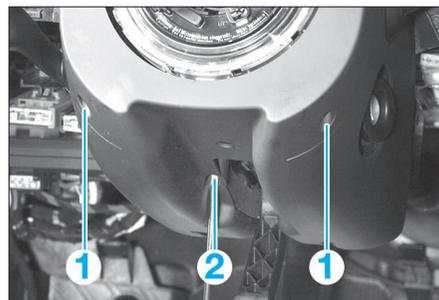

Fig. 3
- les 2 vis (1) torx T8 (Fig.3),